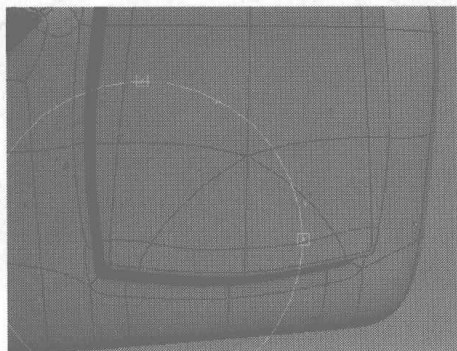
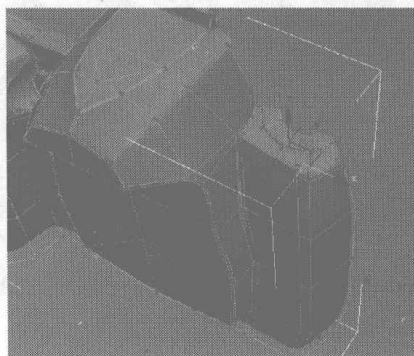

图 6.288
图 6.289
- 02** 在如图 6.288 所示的镜头部分添加一些细分线,再对其他的细节部分进行修改、调整,如图 6.289 所示。